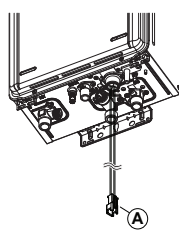

Fig. 1
3. Inserire il cavo attraverso il bocchettone per il passaggio dei cavi di collegamento (Fig. 1);